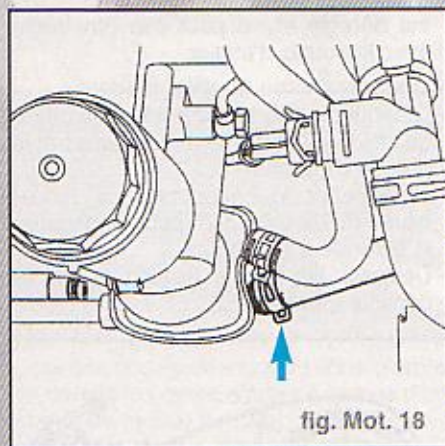

fig. Mot. 18
- Débrancher en plus la durite sur le radiateur d'huile (flèche) pour vidanger le liquide de refroidissement du moteur (fig. Mot. 18).